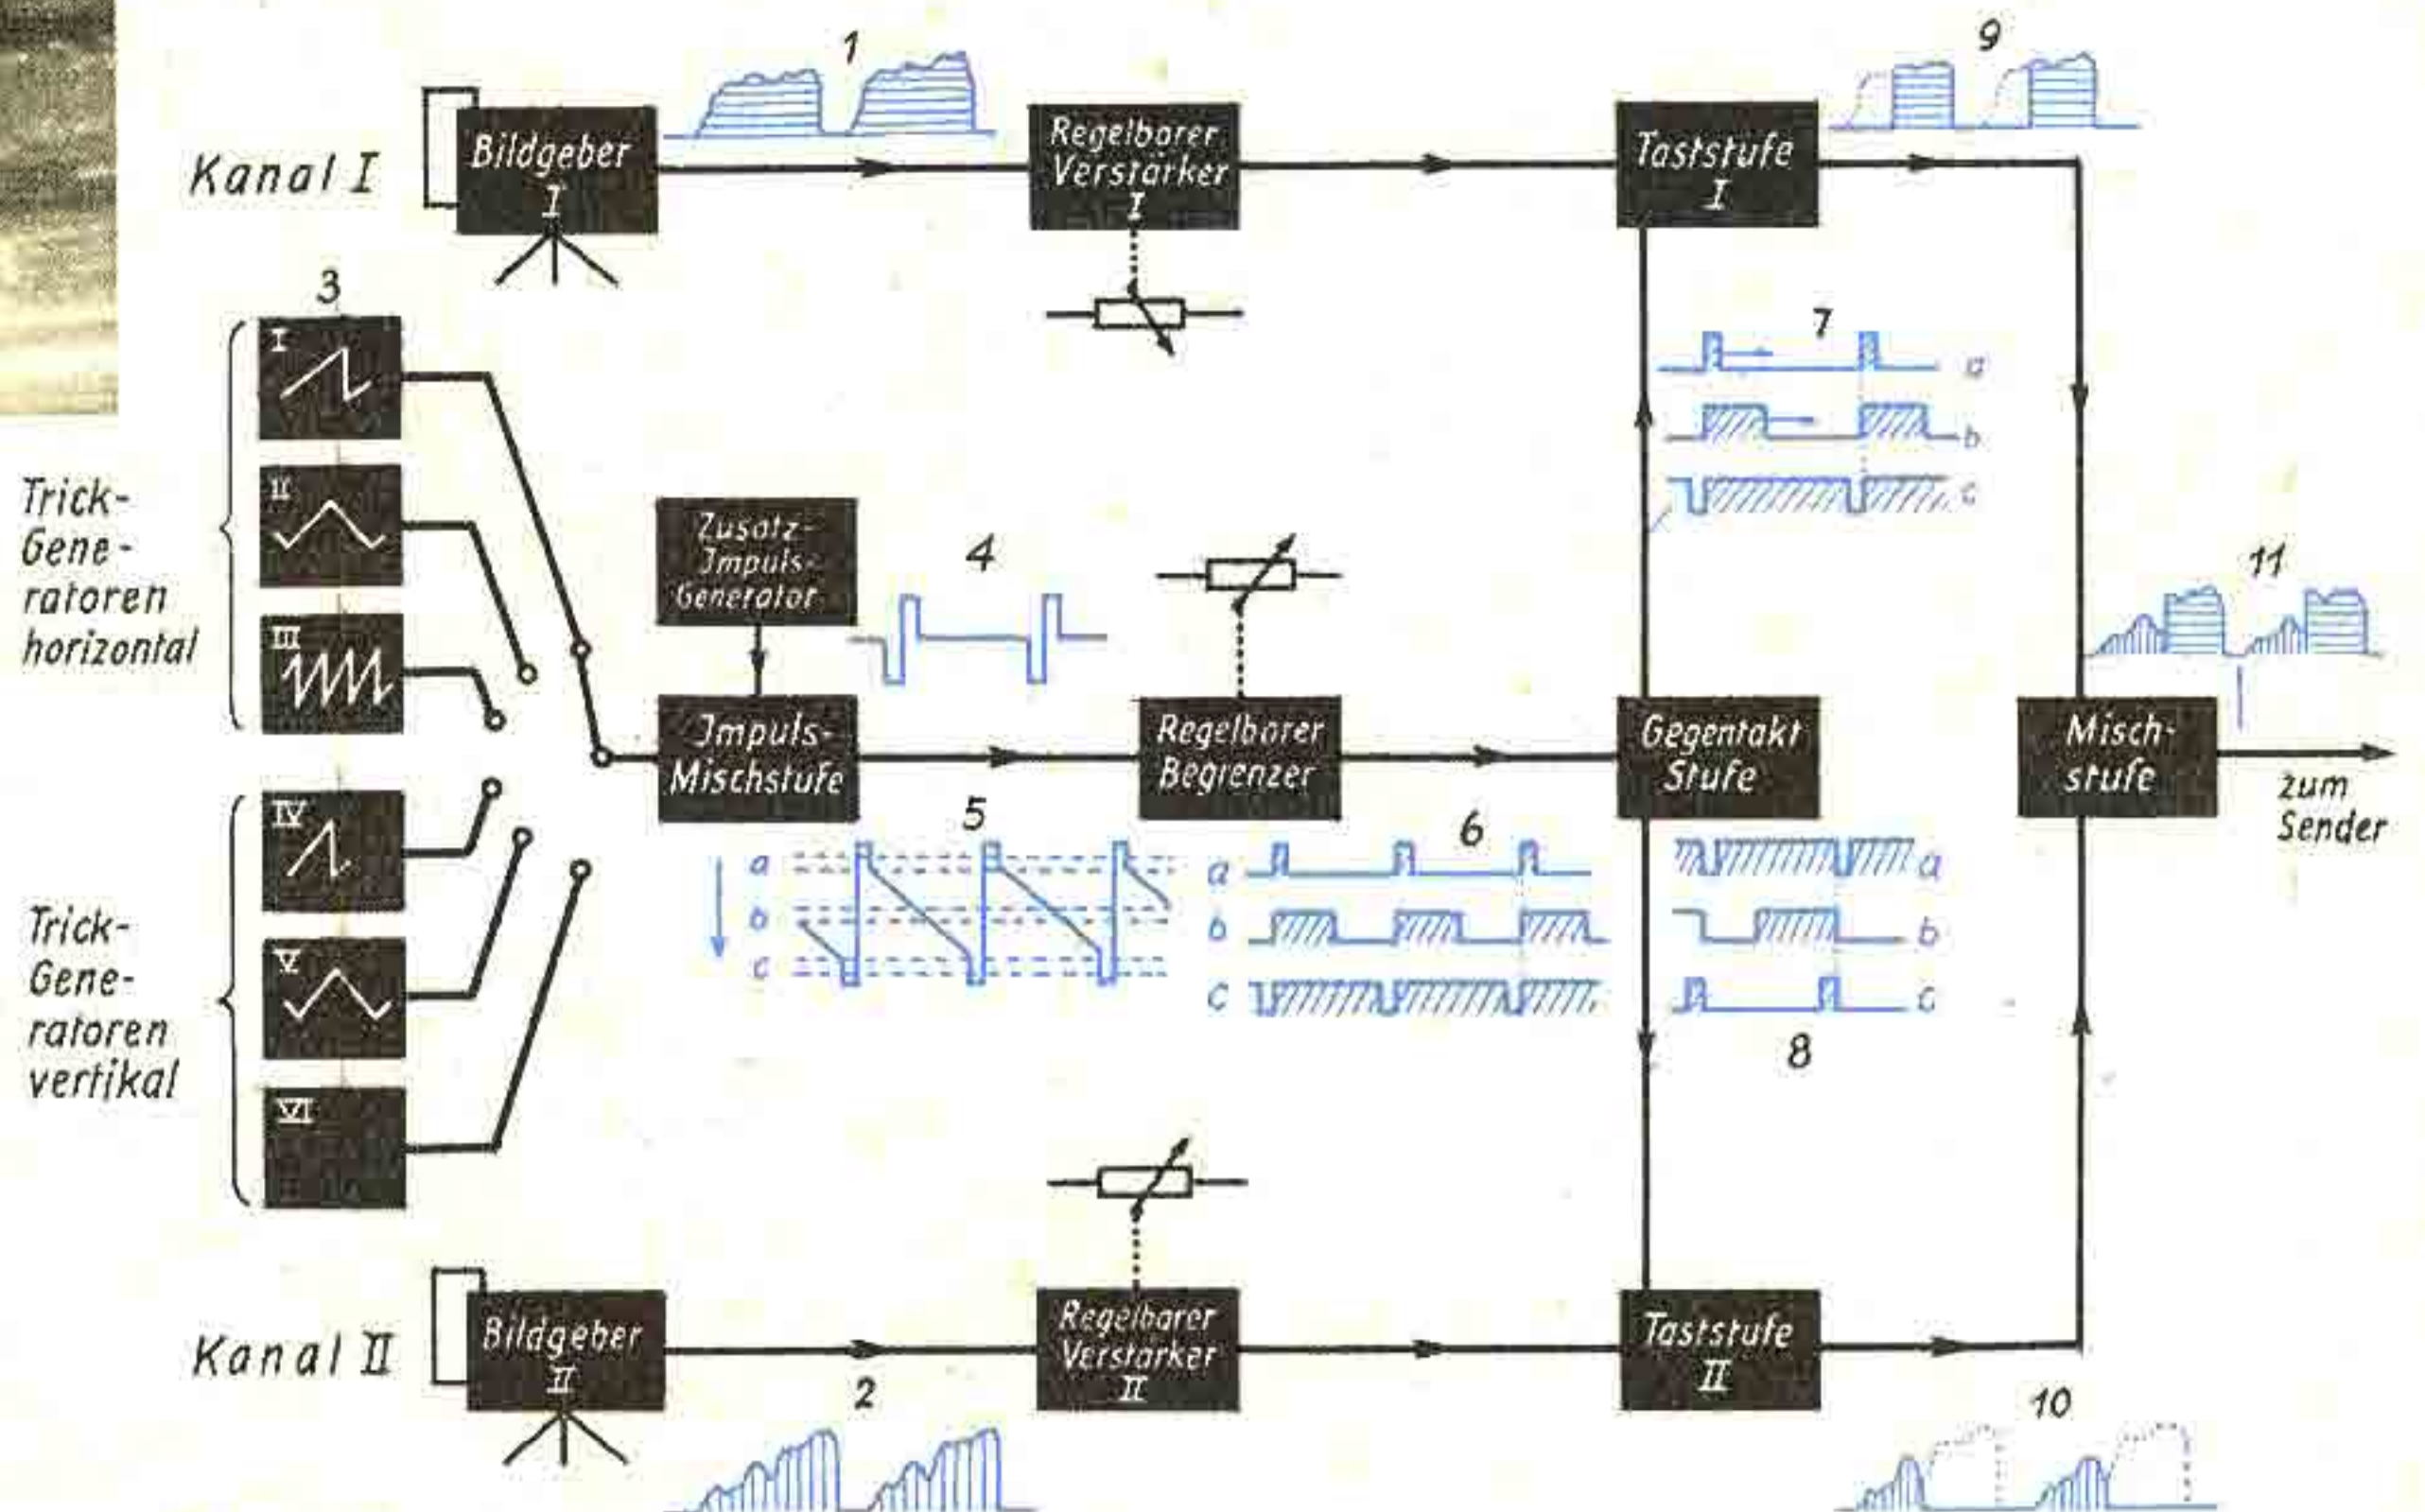

Abb. 2. Blockscheema des Trick-Überblendpultes
Unter diesen Voraussetzungen ergab sich das Prinzip nach Abb. 2.
I. Amplitudenüberblendung (s. Abb. 2)
Wie aus Abb. 2 ersichtlich, sind zur Tricküberblendung folgende elektrische Einheiten erforderlich: Trickgeneratoren, ein Zusatzimpulsgenerator, eine Impulsmischstufe, ein regelbarer Begrenzer, eine Gegentaktstufe und zwei Taststufen.
Das entstandene Gemisch 5 wird nun dem wahlweise von Hand oder automatisch regelbaren Begrenzer zugeführt. Dieser Begrenzer schneidet aus dem Signal 5 einen schmalen Amplitudenbereich heraus (durch a, b und c in Abb. 2 angedeutet) und verwandelt ihn in Rechteckimpulse 6. Ändert man die Einstellung des Begrenzers — und das entspricht der Auslösung der Tricküberblendung —, so wird der zunächst schmale positive Impuls 6a ein breiter Impuls 6b, um schließlich in den Impuls 6c überzugehen.
Zweck der Zusatzimpulse (siehe auch Abb. 2)
Der Begrenzer soll aus dem Sägezahn des Trickgenerators einen schmalen Amplitudenbereich heraus schneiden und in Rechteckimpulse verwandeln. Dabei muß in der einen Endstellung der Rechteckimpuls 6 so schmal sein, daß das Videosignal 1 ganz gesperrt und Signal 2 ganz durchgelassen wird. Umgekehrt muß in der anderen Endstellung der Rechteckimpuls so breit sein, daß Videosignal 1 voll durchgelassen und Signal 2 gesperrt wird (Abb. 2), d. h., der positive Impuls 6a und der negative Impuls 6c müssen in die Austastlücken fallen. Das ist erforderlich, um in den Endstellungen jeweils nur das Bild eines Kanals